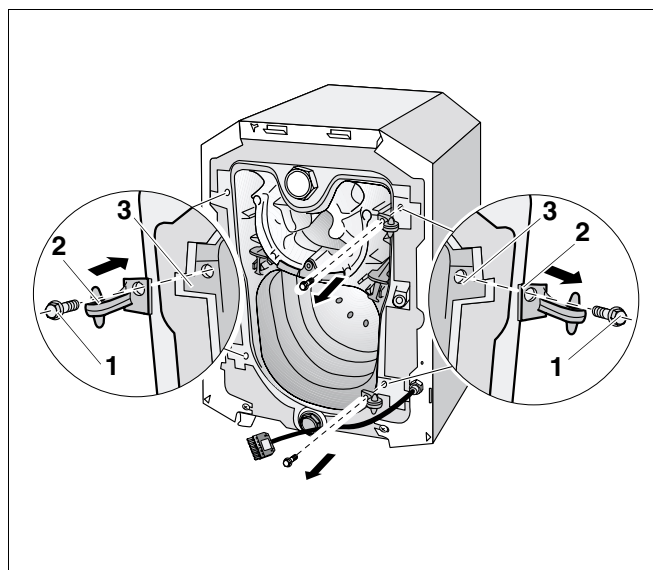

Fig. 15 Ombygning af brænderdør (hængseltap)
- Skru hængseltappenes monteringsbolte (fig. 15, **pos. 2**) af kedlens forelement (fig. 15, **pos. 3**).
- Tag hængseltappene (fig. 15, **pos. 2**) af kedlens forelement (fig. 15, **pos. 3**).
- Skru hængseltappene (fig. 15, **pos. 2**) på kedlens forelement (fig. 15, **pos. 3**) med monteringsboltene (fig. 15, **pos. 1**).